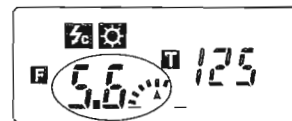

図23
- ④ 測定ボタンを押すと、フラッシュが発光し絞り値が表示されます。(図23)